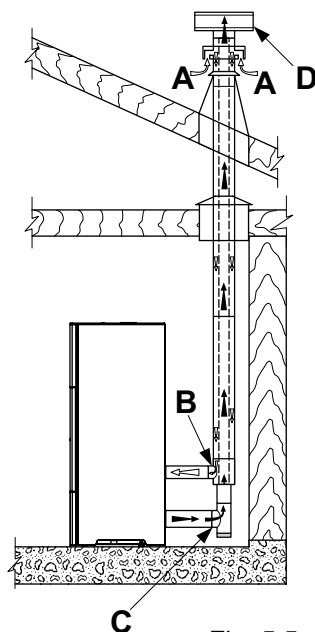

Fig. 5.5
- canalizzare l'aria comburente sfruttando un tubo di scarico coassiale per l'espulsione dei fumi ed il prelievo dell'aria; pertanto non è necessario fare una classica presa d'aria nel locale (fig. 5.5 A,B=Ingresso aria C,D=Uscita fumi);
Nel caso di installazione di una stufa a pellet della serie “Ermetica” è possibile utilizzare uno specifico tubo coassiale che consenta sia l’espulsione dei fumi che la canalizzazione dell’aria comburente dall’esterno (fig. 5.5 A,B=Ingresso aria C,D=Uscita fumi).